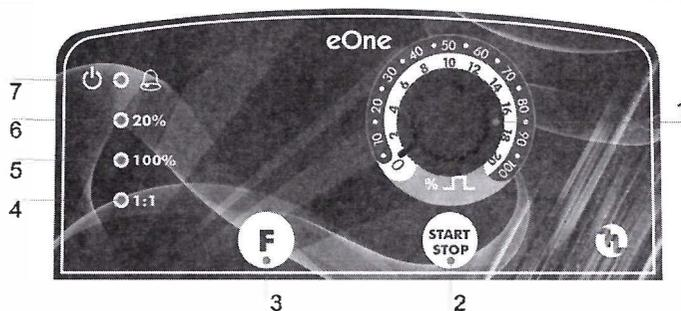

Fig.8 - панель управления
Избегайте ненужных изгибов и сужений как на нагнетательных, так и на всасывающих трубах. Установите ниппель с внутренней резьбой 3/8" или 1/2" BSP на трубопроводе обрабатываемого оборудования в наиболее подходящем месте для впрыска дозируемого продукта. Этот ниппель в комплект поставки не входит. Накрутите инжекционный клапан на ниппель, используя PTFE-ленту в качестве уплотнителя (см. рис. 8). Подсоедините трубку к коническому адаптеру инжекционного клапана и закрепите её накидной гайкой (4). Инжекционный клапан также является обратным клапаном.